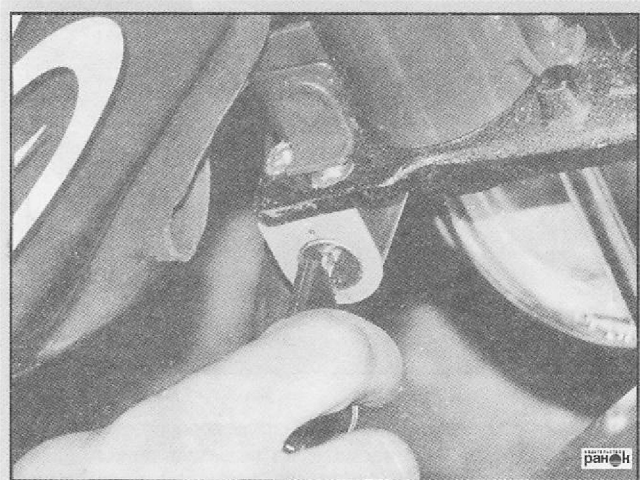

Рис. 9. Блокировка рулевой колонки
- ключом зажигания заблокировать рулевую колонку (рис. 9);